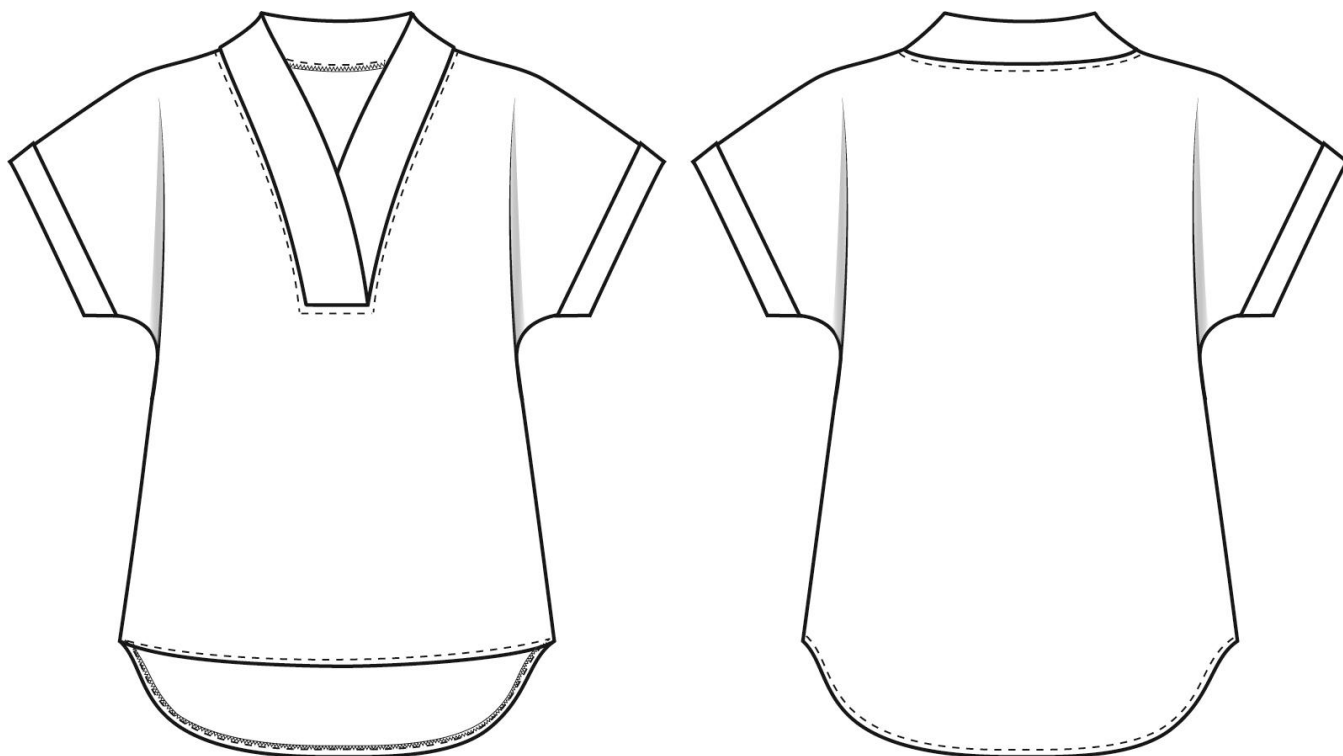

Рисунок 1 – Технический рисунок женской блузы.
### Технологическая последовательность изготовления блузы (рисунок 1).
**Спецификация основных и прокладочных деталей кроя женской блузы (рисунок 1).**